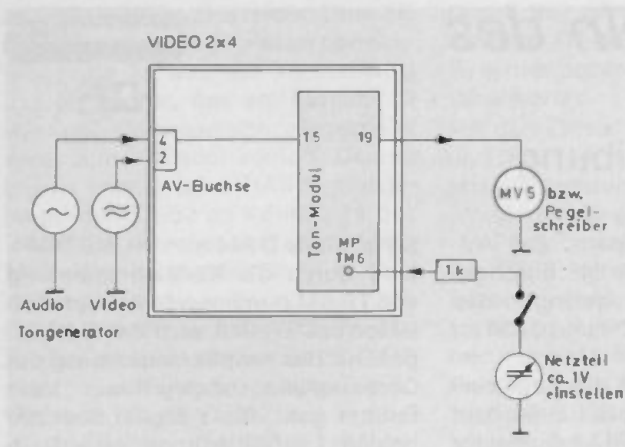
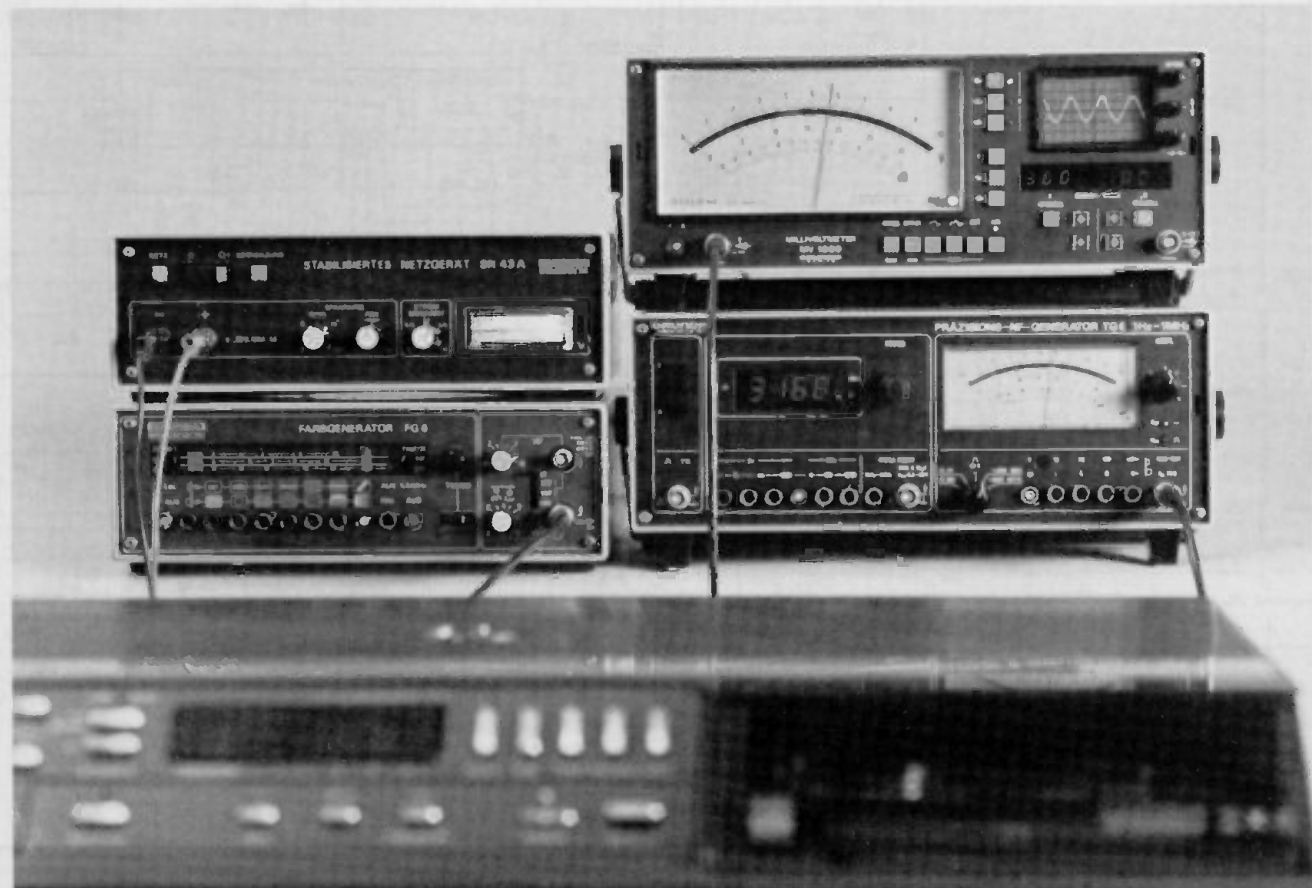

Bild 11 Maßschaltung
Bild 13 Meßgeräte aus dem Programm von GRUNDIG-electronic zum Messen der NF-Frequenzgänge des Tonmoduls
2. Richtige Messung des Frequenzganges über Band bei 26 dB unter Vollpegel: (Meßschaltung Bild 11, Meßplatzaufbau Bild 13).